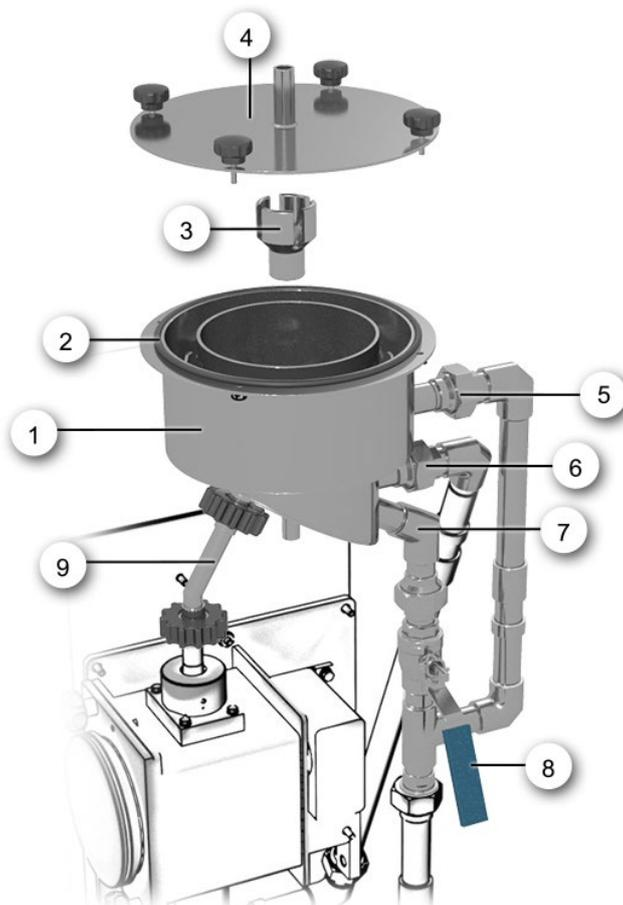

Figure 20: système d'échantillonnage OilGuard 2
4.	Ouvrir le robinet de vidange (, pos. 8) lentement et laisser l'échantillonnage se vider.
5.	Dévisser les vis d'arrêt et enlever le couvercle (Figure 20, pos. 4) de l'échantillonnage.
6.	Contrôler le joint (Figure 20, pos. 2) et le remplacer si nécessaire.
7.	Sortir l'écrémoir (Figure 20, pos.3) du récipient (Figure 20, pos.1) et le nettoyer.